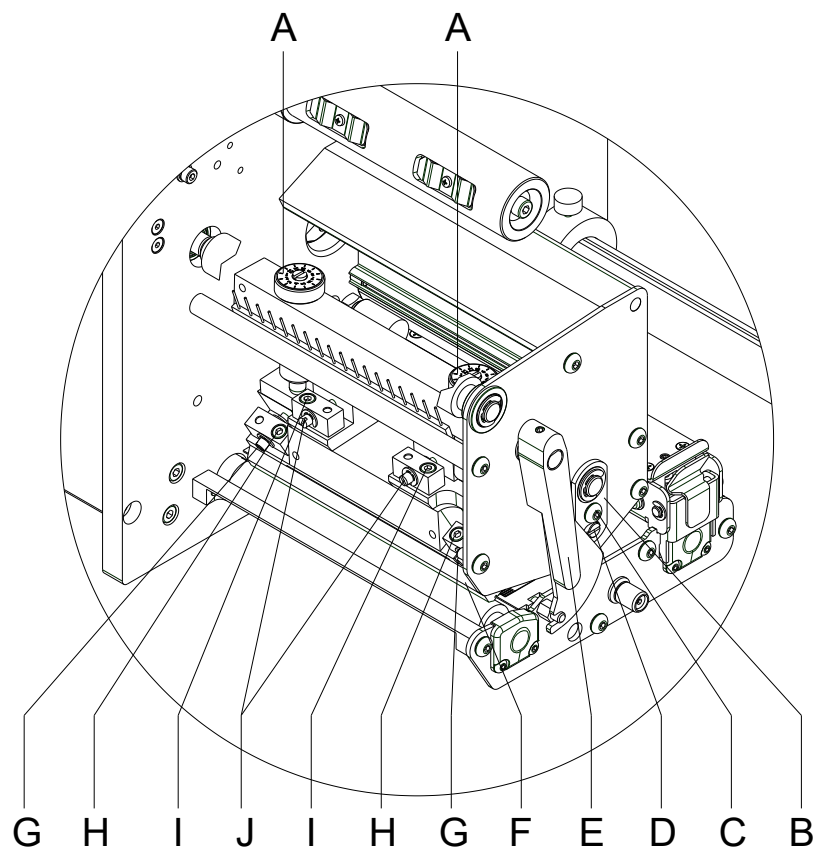

Abbildung 34
1. Andruckschrauben (A, Abbildung 34) drehen, um den Druckkopfdruck zu verändern.
2. Drehen der Andruckschrauben (A, Abbildung 34) bis an den Anschlag im Uhrzeigersinn ergibt eine Andruckerhöhung von 10N gegenüber der Werkseinstellung.
3. Drehen der Andruckschrauben (A, Abbildung 34) genau eine Umdrehung vom Rechtsanschlag gegen den Uhrzeigersinn, ergibt die Werkseinstellung.